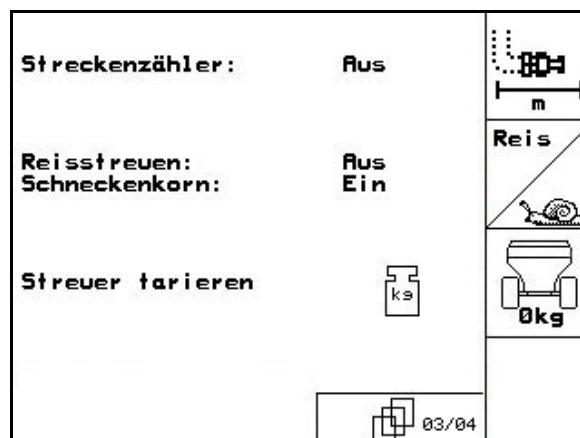

Fig. 21
**Página tres** 03/04 **(Fig. 21)**